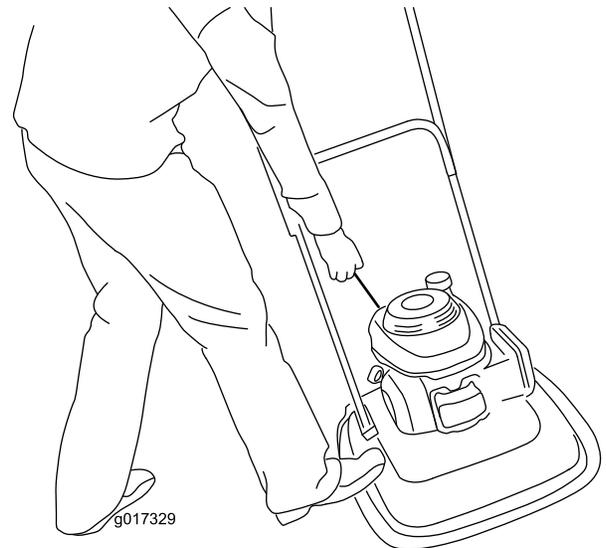

Bild 14
4. Stellen Sie den Fuß auf das Mähwerk und kippen Sie die Maschine in ihre Richtung (Bild 14).